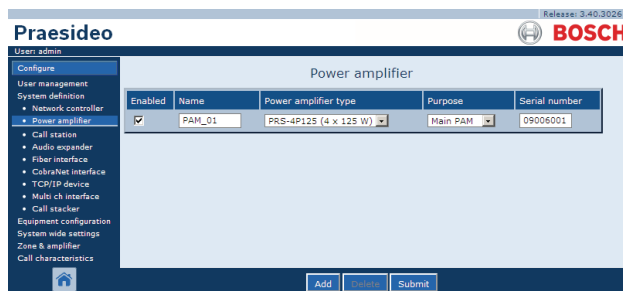

figura 43.11: Eliminar un amplificador de potencia, paso 5
- Haga clic en el botón *OK* para confirmar el mensaje. Aparece una pantalla similar a la mostrada en figura 43.11 en el cuadro principal de la interfaz Web. El amplificador de potencia eliminado ya no aparece relacionado en la tabla.